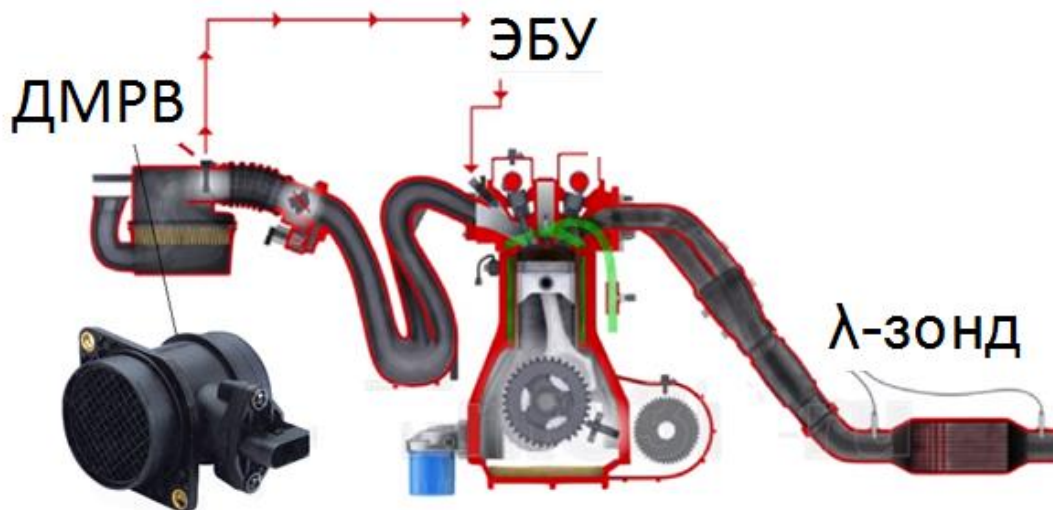

Рис. 9. ДМРВ и его положение на двигателе.
**ДМРВ** (MAF-сенсор от англ. mass (air) flow sensor) — устройство, предназначенное для оценки количества воздуха, поступающего в ДВС. Является одним из датчиков ЭСУД с впрыском топлива. Служит для определения и балансировки количества воздуха, поступающего в цилиндры двигателя. ДМРВ может применяться совместно с датчиками температуры воздуха (ДТВВ) и атмосферного давления (ДАД), которые корректируют его показания. ДМРВ всегда располагается в воздушном патрубке, между воздушным фильтром и дроссельным патрубком (рис. 9).